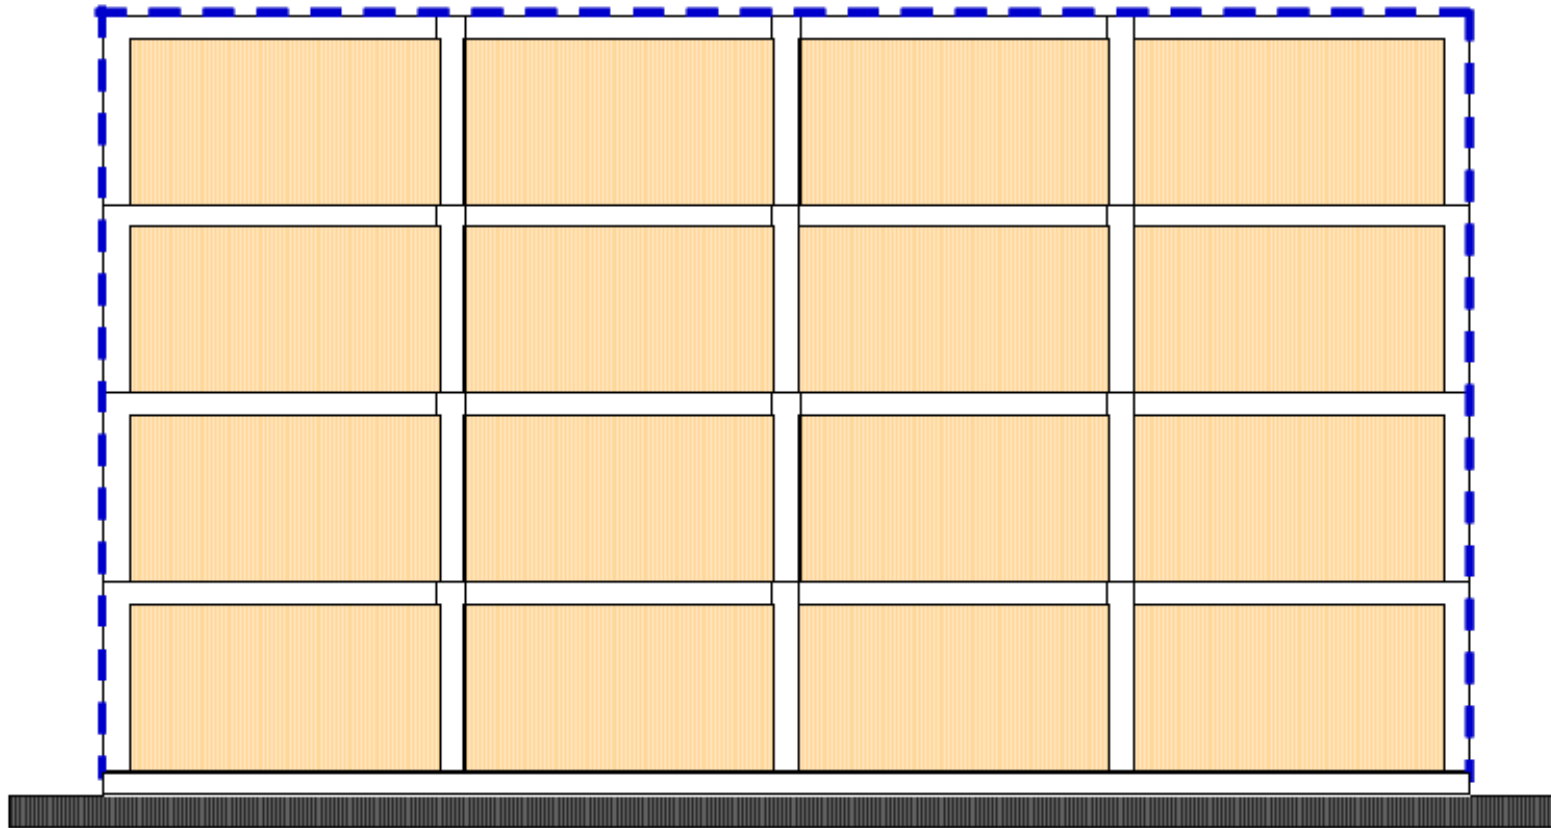

Fig. 1 Structure en portiques (poteaux – poutres)
- ✓ Les bâtiments peuvent être constitués par une structure en portiques (poteaux et poutres) en béton armé avec des remplissages en maçonnerie (Fig. 1).